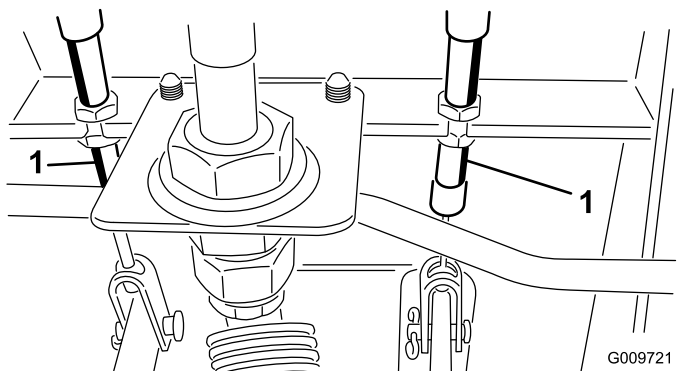

Figure 54
- A. Desserrez l'écrou avant sur l'extrémité fileté du câble de frein (Figure 54).